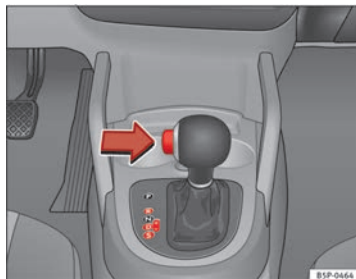

Abb. 144 Fahren
- Drücken Sie den Taster am Wählhebel (links) ⇒ Abb. 144.